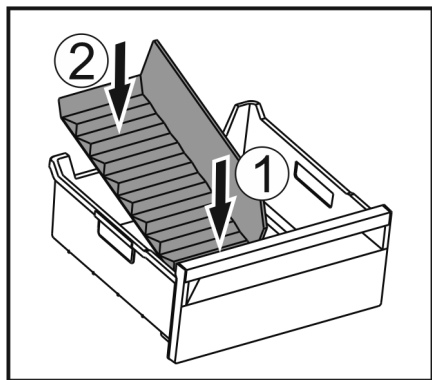

Fig. 127
- ▶ Vložte prednú časť oddeľovača zásuvky na ľad. Fig. 127 (1)
- ▶ Spustite zadnú časť oddeľovača zásuvky na ľad až na dno zásuvky. Fig. 127 (2)